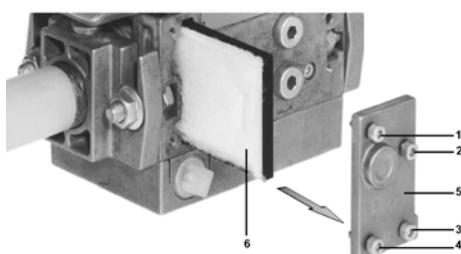

Fig. 53
- 2 Indepartati suruburile 1 + 4 utilizand o cheie Allen n. 3 (imbus) si indepartati capacul filtrului 5 ca in Fig. 53 ;